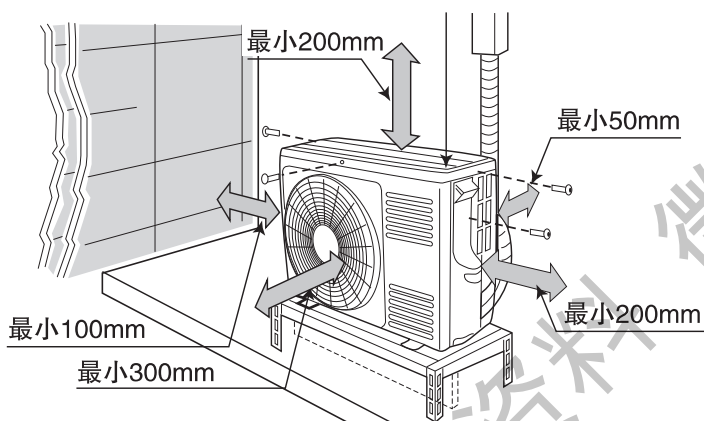

图13-2
(1) 安装场所必须满足如下要求：
- 确定机器四周留有充分空间，并尽可能地远离障碍物，以便操作和维修，见图13-2。